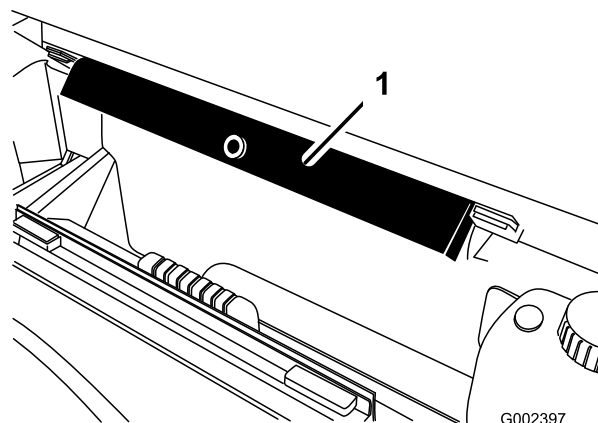

Bild 33
2. Nehmen Sie die Pritschenstütze aus den Einlagerungshalterungen hinten am Überrollschutz (Bild 33).